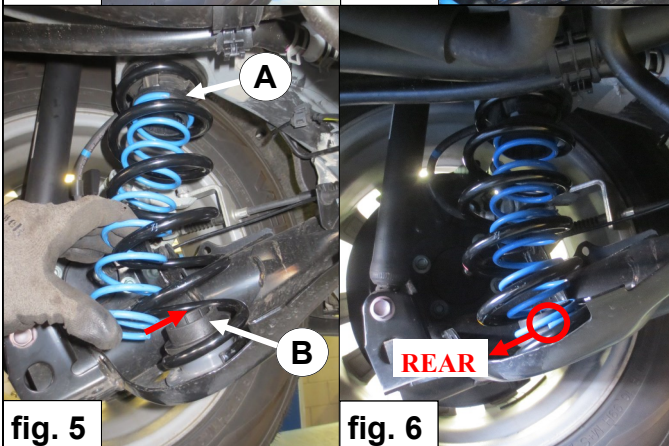

fig. 5
5. Placez le ressort Auxiliaire **C** sur la coupelle **B**. Voir fig. 5.
5. Trycket i den ytterligare fjädern **C** fjädersäte **B**. Se fig. 5.